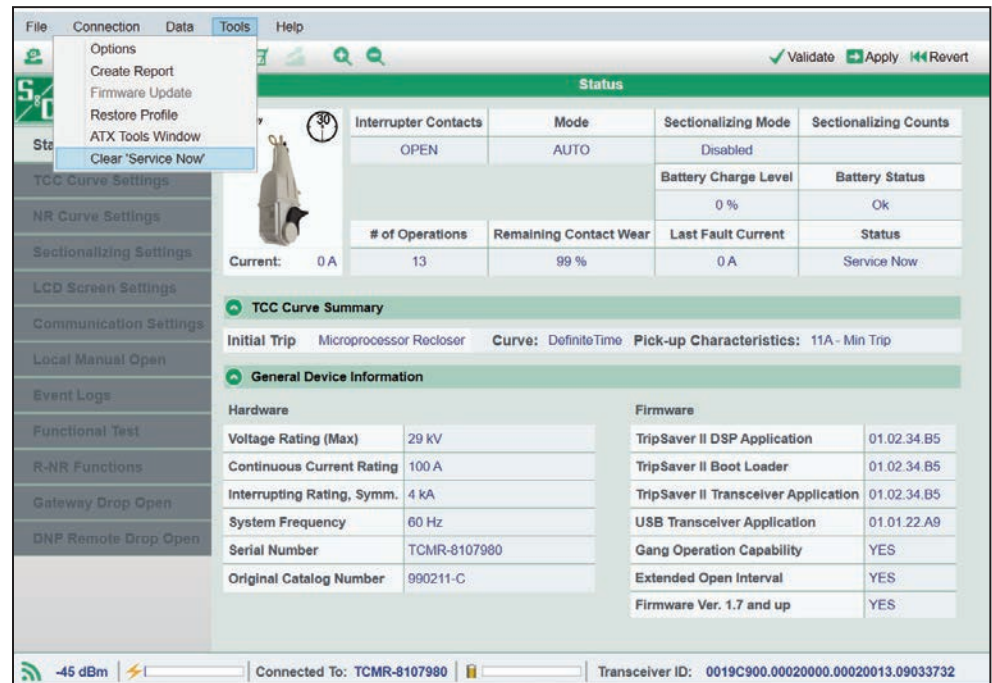

Figura 148. Item Clear “Service Now” no menu Tools.
PASSO 5. No menu **Tools** (Ferramentas), clique no item **Clear ‘Service Now’** (Remover Aviso de Manutenção Imediata). Ver Figura 148.